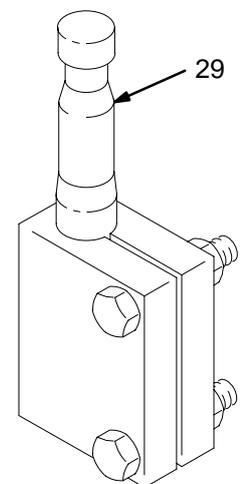

Fig. 12
- Afloje la tuerca del pistón (26). Utilice el kit de herramienta 220385 para sacar el eje (29) y la tuerca (26) del pistón. Vea la Fig. 12. Saque la junta tórica de la tuerca del pistón (18) y el retén de la junta tórica (43) del eje. Saque la placa (25) y la junta de hermeticidad (24) del pistón (23).
- Inspeccione el eje del pistón (29). Si estuviera dañado, o la superficie está rayada, reemplácela.
- Instale el plato del pistón (25) con el extremo biselado dirigido hacia la junta de hermeticidad del pistón.
- Aplique lubricante anti-agarrotamiento 222955 a la superficie de la tuerca del pistón (26).